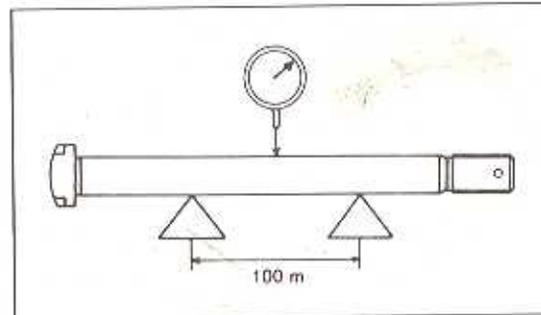

Bild 218
- Die Steckachse auf zwei geschliffene Prismen legen und eine Messuhr mit Ständer anbringen (Bild 218).